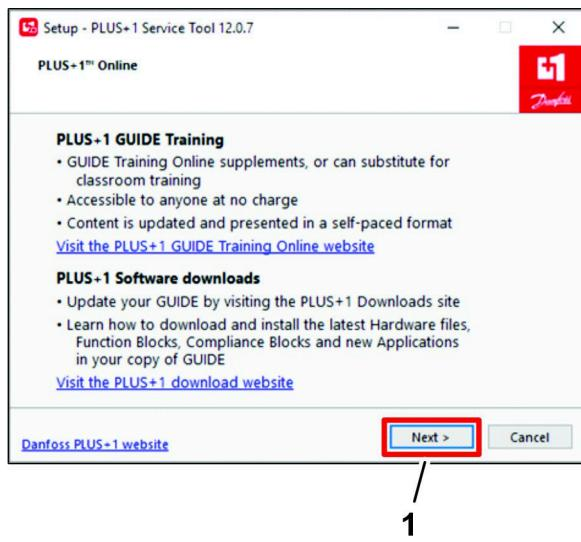

図 24
6. Plus+1オンラインダイアログボックスで、次へボタン(図 24)をクリックする。